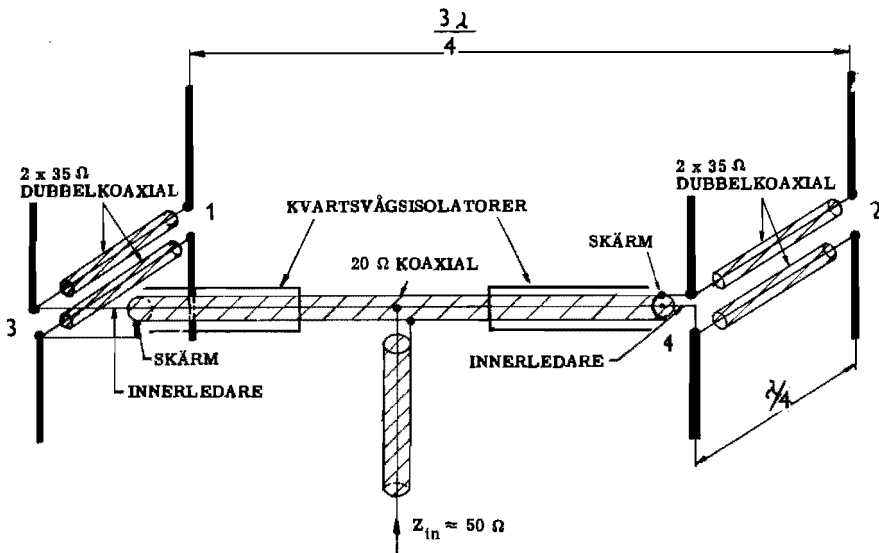
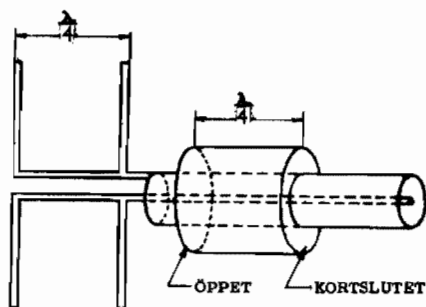

Bild 6. Pejlantennens hopkoppling
Bild 7. Pejlantennens balanseringsanordning
- Bild 6.** Pejlantennens hopkoppling
- Bild 7.** Pejlantennens balanseranordning
Antennerna är kopplade enligt bild 6. Mellan de balanserade ledningarna och koaxialledningarna sitter kvartsvågsisolatorer ( $\lambda/4$ -isolatorer) enligt bild 7.